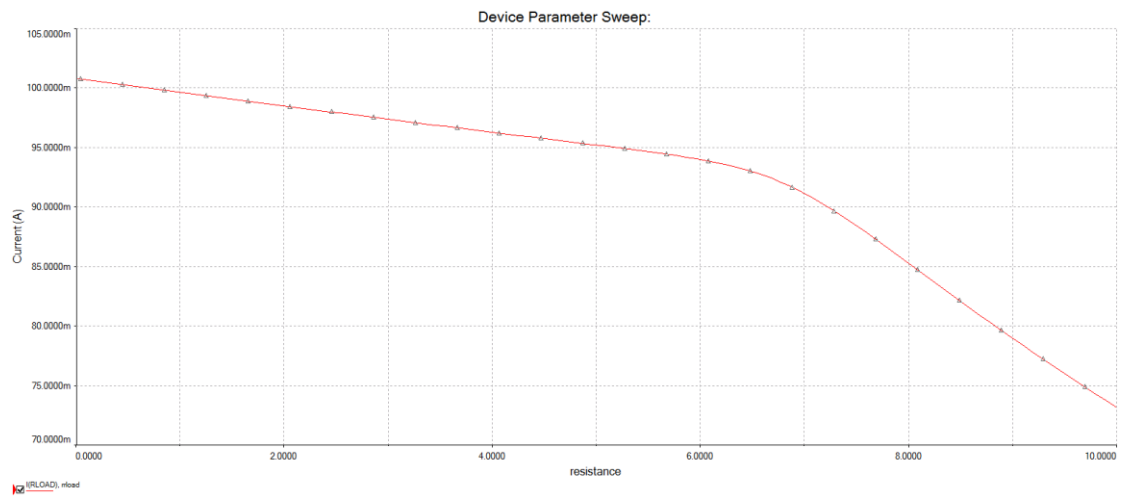

图 5-9b 电流镜型 100mA 恒流源带载能力很差
- 1) 负载改变时，输出电流波动较大。其实这个电路的电流镜作用，是维持右侧  $I_B$  基本稳定。大家回忆一下模电课基本内容，当  $I_B$  稳定时，输出电流  $I_C$  与  $U_{CE}$  之间满足一个稍向右倾斜的曲线（就是输出伏安特性曲线中较为平直的那一段），当负载电阻增大时，Q2 的 C 端电位会上升，导致  $U_{CE}$  下降，工作点左移， $I_C$  自然就下降了。用 multisim12.0 仿真负载电阻从  $0.01\Omega$  变化到  $10\Omega$ ，输出电流情况如图 5-9b，电流从  $101\text{mA}$  变到  $85\text{mA}$ ，效果很差。